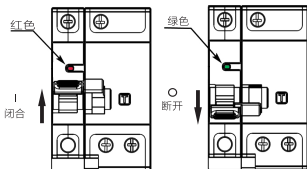

图2 NB5LE-63□/B闭合、断开状态指示
5.1 安装使用前先检查断路器标志与所使用的工作条件是否相符；断路器闭合、断开状态指示如下图2